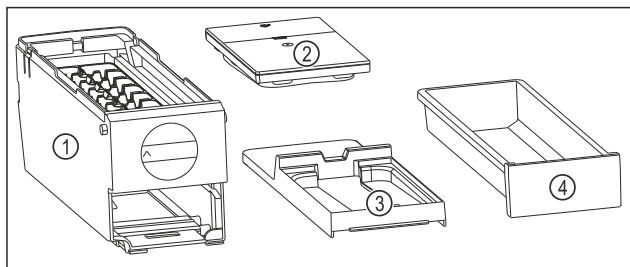

Fig. 80 Componenti dell'EasyTwist-Ice
- L'EasyTwist-Ice è scomposto in quattro parti. (vedere Fig. 80)
- Smontare l'EasyTwist-Ice scomponendo solo gli elementi rappresentati in figura. (vedere Fig. 80)
- Pulire l'intero corpo dell'EasyTwist-Ice Fig. 80 (1).